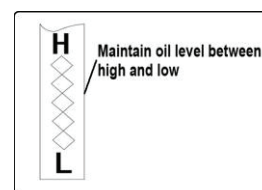

Figure 35
- Снова выньте щуп. Обратите внимание на уровень масла. Если показания масла на щупе ниже "L" отметки, медленно добавьте масло, чтобы достичь "H" уровня. Не превышайте уровень "H". Figure 35.